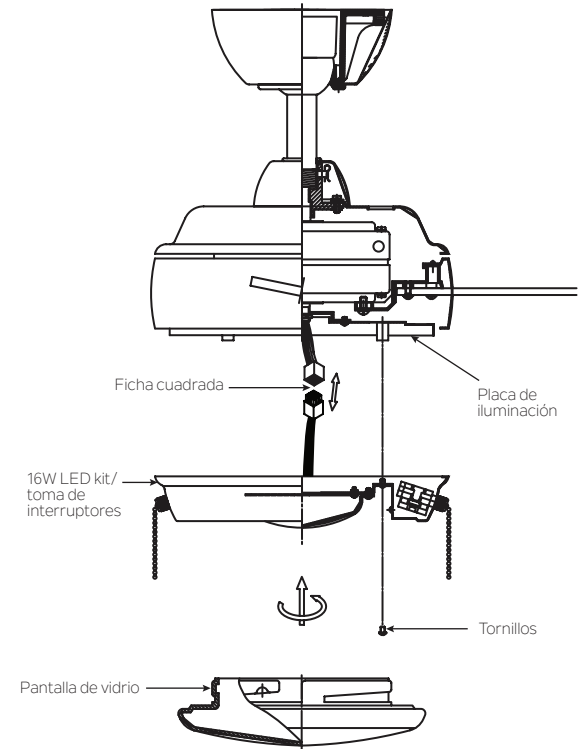

Fig. 16
**Paso 1.** Afloje los tres tornillos de montaje dentro del kit LED de 16W/toma de interruptores. (Fig.16)
**Paso 3.** Introducir las conexiones de manera prolija dentro de la placa de iluminación. Coloque las ranuras del kit LED de 16W /toma de interruptores sobre los dos tornillos de la placa de iluminación que había aflojado previamente, gire el kit LED de 16W /toma de interruptores hasta que quede trabado en la parte angosta de las ranuras. Fíjelo ajustando los tres tornillos. (Fig.16)
**Paso 4.** Coloque la pantalla de vidrio contra el kit LED de 16W /toma de interruptores y gire hacia la derecha hasta que queden juntos. NO LO AJUSTE DEMASIADO. (Fig. 16)